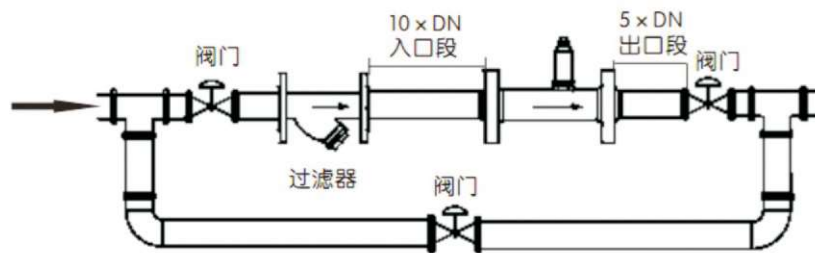

图2.3 安装场所示意图
(1) 传感器应安装在便于维修，管道无振动、无强电磁干扰与热辐射影响的场所。
(2) 水平安装传感器要求管道不应有目测可察觉的倾斜（一般在 5° 以内），垂直安装传感器管道垂直度偏差亦应小于 5° 。在不能停流的场所，应装旁通管和可靠的截止阀（见图2.3），测量时要确保旁通管无泄漏。